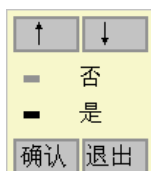

图 6.9 是否测试主频
10. 测试主频：用户可以选择是否进行主频测试，其选择界面如图 6.9 所示。